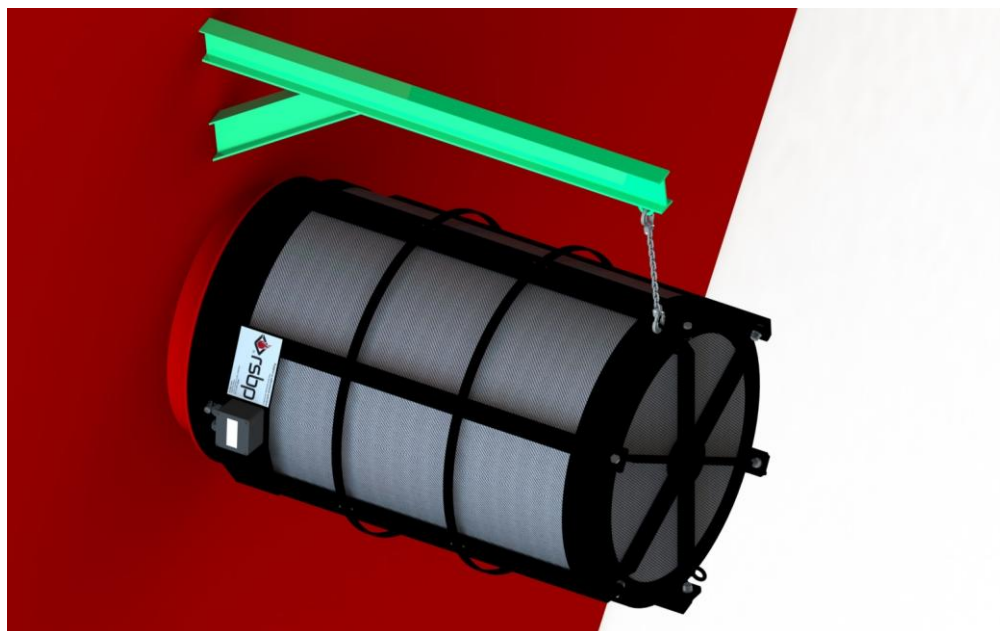

Рис. 15 – Подвеска пламягасителя
- 11) Если пламягаситель расположен в другом, не в вертикальном положении, то конец устройства должен крепиться так, чтобы нагрузка равномерно распределялась между двумя концами устройства. Конец пламягасителя должен поддерживаться сверху и только за подъемные кронштейны, предусмотренные для этого. (рис. 15).